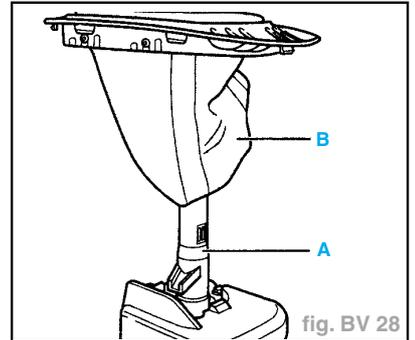

fig. BV 28
- Retirer le déverrouillage du blocage de marche arrière (A) avec le cache (B) (fig. BV 28).
- Retirer le déverrouillage du blocage de marche arrière (A) avec le recouvrement (B) (fig. BV 28).